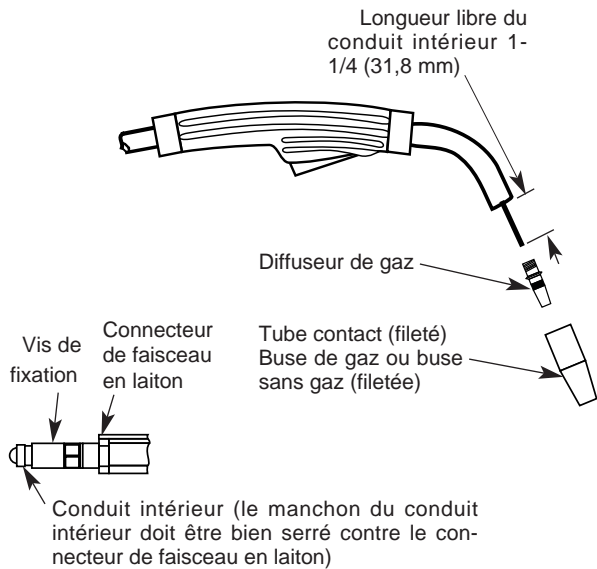

FIGURE D.2
2. Se reporter à la figure D.2. Enlever la buse de gaz du pistolet en la dévissant vers la gauche.
1. Se reporter à la figure D.2. Enlever la buse de gaz du pistolet en la dévissant vers la gauche.
AVIS : La variation de longueur du faisceau empêche l'interchangeabilité des conduits intérieurs. Une fois que l'on a coupé un conduit intérieur pour un pistolet particulier, on ne doit pas le monter dans un autre pistolet à moins qu'il ne satisfasse à l'exigence de longueur libre du conduit intérieur. Voir la figure D.2.
8. La buse de gaz et le diffuseur étant enlevés du col de cygne, s'assurer que le faisceau est droit puis couper le conduit intérieur à la longueur indiquée sur la figure D-2. Ébavurer l'extrémité du conduit intérieur.